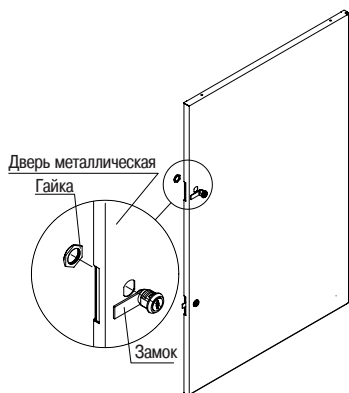

Рисунок 13 – Сборка металлической двери
3.3.5 Извлеките из второго места металлическую дверь. Установите на дверь два точечных замка, предварительно скрутив с них гайки. Проверьте правильность установки замков. При правильной установке язычки замков переводятся в положение «закрыто» сверху вниз. Закрепите замки на двери гайками (рисунок 13). После установки замков, соберите петли и установите дверь на каркас шкафа, как это описано в 3.3.2 и 3.3.4.